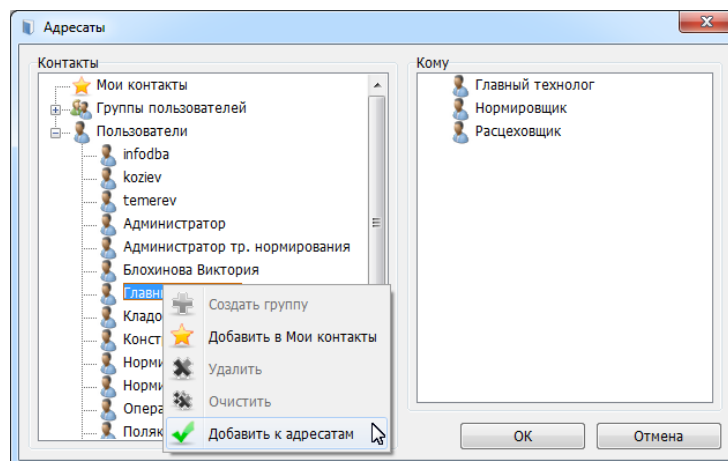

Рис. 2.13. Окно Адресаты для выбора пользователей
- Нажмите кнопку выбора адресата и в окне **Адресаты** (Рис. 2.13) выберите пользователя или пользователей, которым необходимо отправить сообщение. Для выбора используйте команду контекстного меню **Добавить к адресатам** или выполните на имени пользователя двойной щелчок левой кнопкой мыши. Наиболее часто используемые адреса могут быть добавлены в раздел **Мои контакты**, соответствующей командой из контекстного меню. После выбора адресатов нажмите кнопку **ОК**;